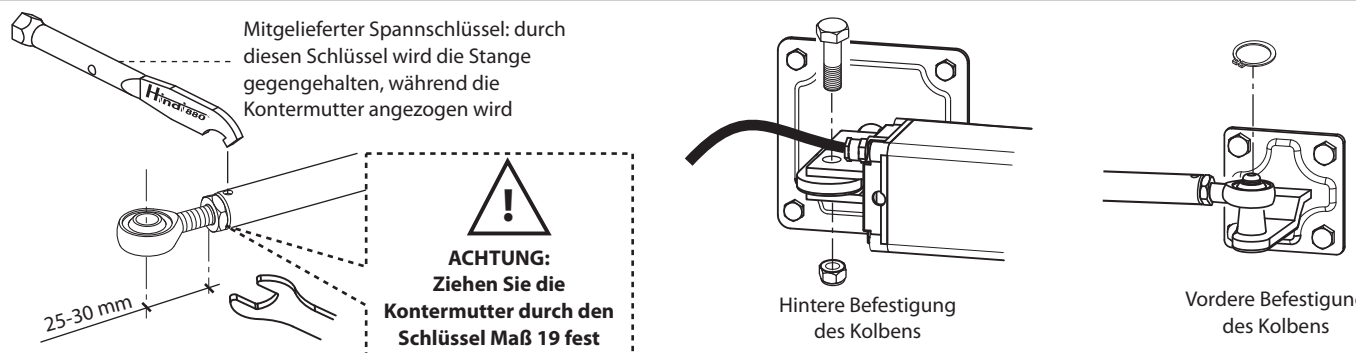

Abb. 9
**Wichtig:** Endlich ist sehr wichtig, dass Sie die Kontermutter mittels des mitgelieferten Spanschlüssels fest anziehen Befestigen Sie den Antrieb Hindi 880-evo an die Anschlüsse mittels der mitgelieferten Schraube und Rings (Abb. 9).